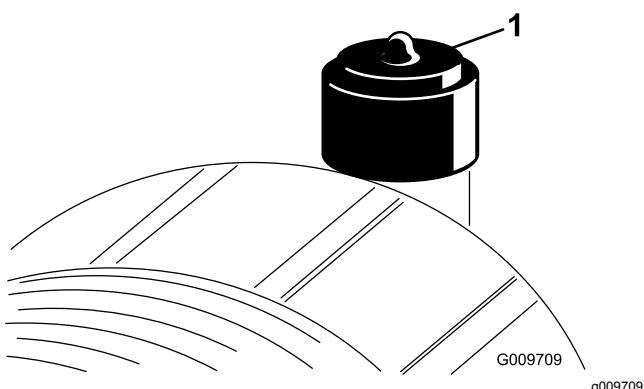

Figura 80
Faça a manutenção ao filtro de ar apenas quando o indicador de manutenção (Figura 80) o exigir. Mudar o filtro de ar antes de ser necessário aumenta a possibilidade de entrar sujidade no motor quando se retira o filtro.
2. Reinicie o indicador (Figura 80) se este se apresentar vermelho.